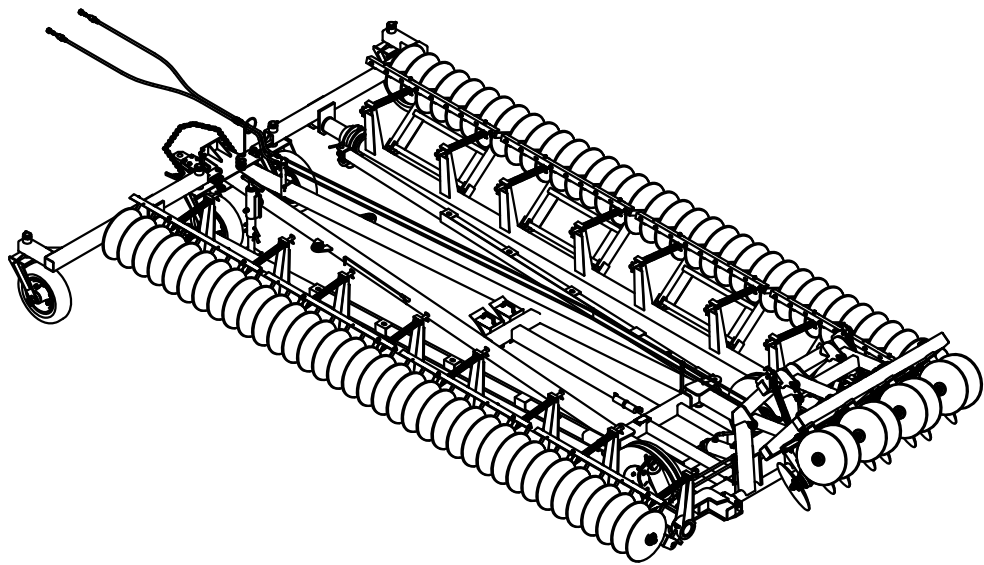
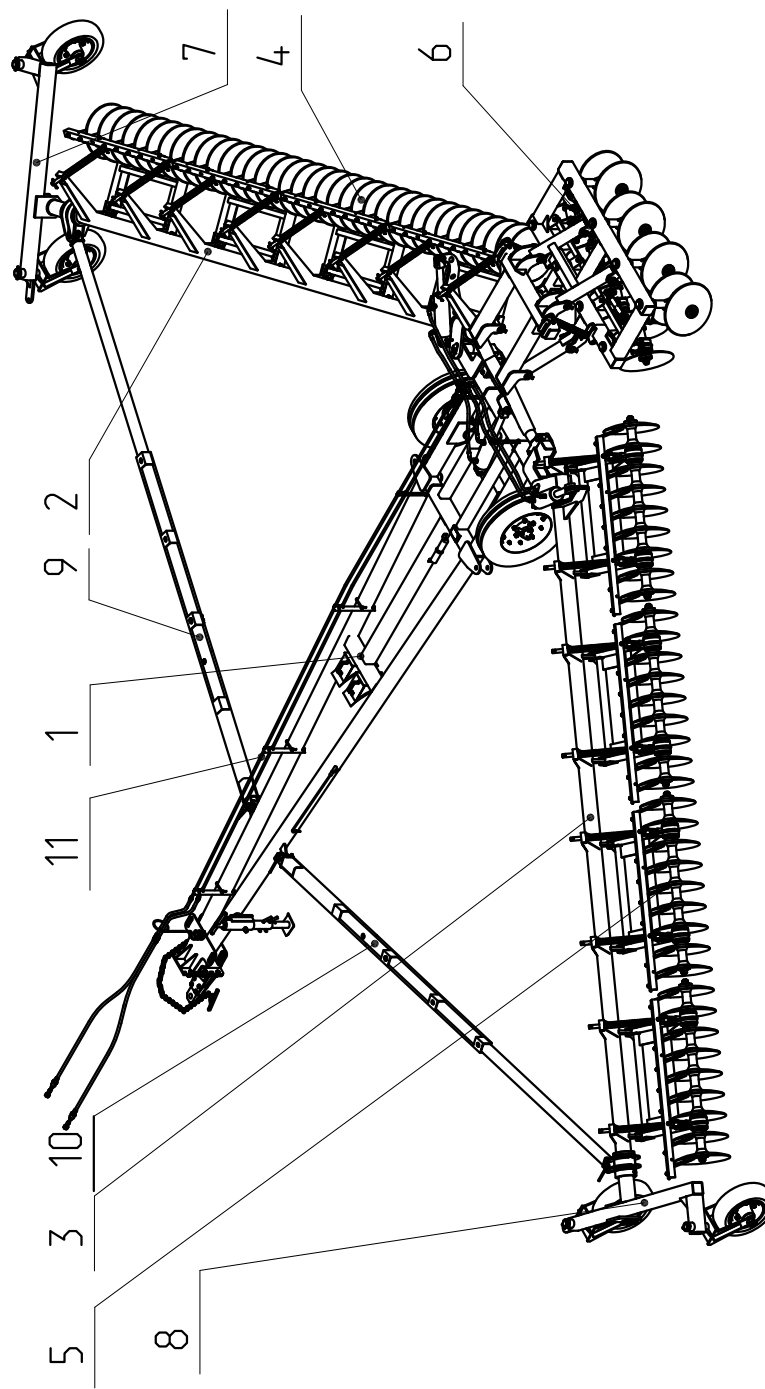

РИС. 1 Лушитель дисковый гидрофицированный ЛДГ12К
РИС.2 Лушитель дисковый гидрофицированный
2.1 Лушитель (Рис.1,2) представляет широко-захватную прицепную машину с двусторонним расположением дисковых рабочих органов 1 и 7 (рис.2).
2.2. Лушитель (Рис.2) состоит из сннца 1, предназначенной для присоединения лушительника к тяговому средству и опирающейся на ходовые колеса. К сннце справа и слева шарнирно присоединены брусья 2 и 3 с рабочими секциями 4 и 5. Между брусьями к сннце шарнирно присоединена центральная секция 6. Брусья опираются на колесные пары 7 и 8. Брусья соединены со снницей растяжками 9 и 10, при помощи которых устанавливается угол атаки.